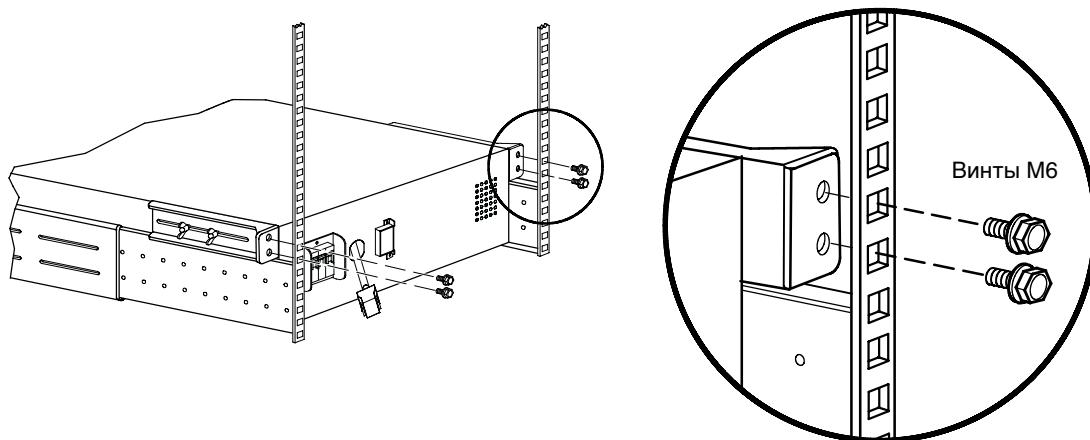

Рисунок 10. Крепление дополнительных сейсмоустойчивых кронштейнов ЕВМ
16. При установке дополнительных сейсмоустойчивых кронштейнов закрепите кронштейны дополнительного батарейного модуля на стойке с помощью четырех крепежных M6, как показано на рис. 10.